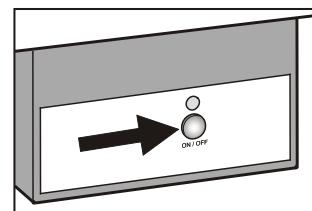

Figure 23
- Appuyer sur la touche « ON/OFF » afin d'allumer la DEL Fabrique à glaçons (**Figure 23**).